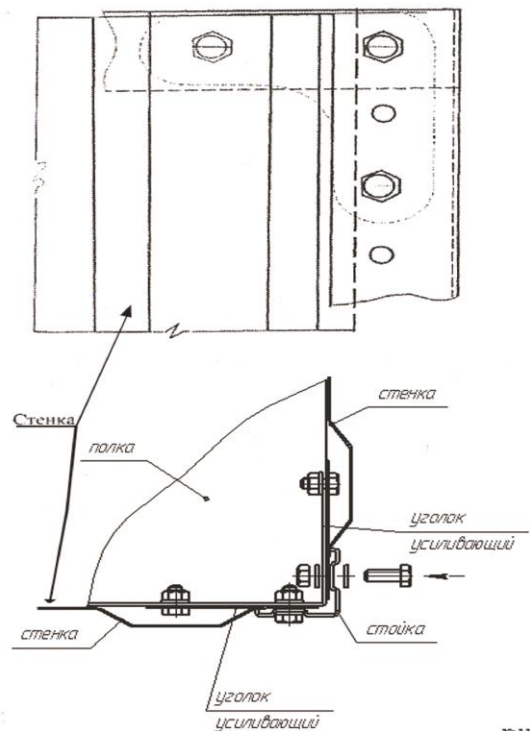

рис. 7
Сборку стеллажа необходимо вести на ровной горизонтальной поверхности. Необходимо обратить внимание на то, что в тех местах, где установка болта производится через отверстия в стойке, под головку болта ставится дополнительная шайба (рис.7).
9. В случае комплектования стеллажа задней и боковыми стенками собранные предварительно стенки (рис.6) устанавливаются в зазоры между стойками и уголками усиления при ослабленных болтовых соединениях на них (рис.7). После установки стенок болтовые соединения затягиваются.